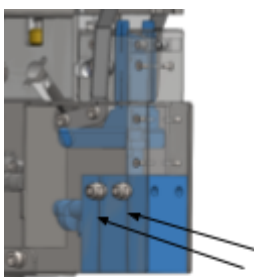

Abbildung 10
Abbildung 10 zeigt die Zusammensetzung der Schneidvorrichtung des weiblichen Messers.
Schritt 1: Entfernen Sie die in Abbildung 10 gezeigten Muttern und Inbusschrauben.
Schritt 8: Schieben Sie die Luftschläuche in die richtige Kupplung. Grüner Schlauch in die oberste Kupplung, roter Schlauch in der unterste Kupplung. Schieben Sie die gesamte Schneidevorrichtung zurück in den TagMatic und sichern Sie sie mit den Inbusschrauben, Unterlegscheiben und Sicherungsmuttern (Abbildung 10).